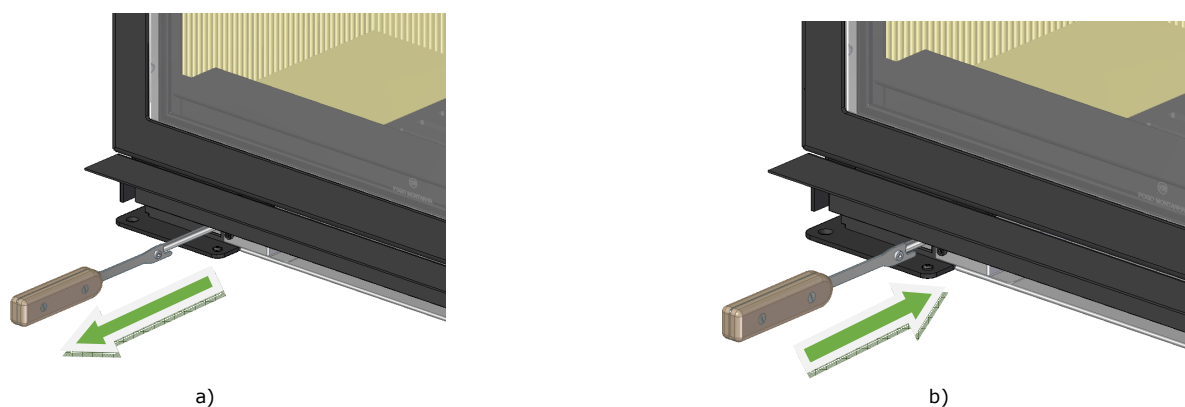

Figura 25 – a) Abrir Ar-Primário, b) Fechar Ar-Primário
- Para abrir - Puxar o regulador com a chave que vem no equipamento, para maior rendimento e maior consumo de lenha, ver Figura 25-a.
Deste modo também cria um efeito de lavagem por alta velocidade do ar pré-aquecido sobre toda a superfície interior do painel de vidro, ajudando a manter o vidro limpo durante mais tempo, ver Figura 25-b.
5. O período de acendimento termina quando a estrutura do equipamento tiver atingido uma temperatura estacionária. Deve então fechar a porta e regular a entrada de ar de combustão para que a queima seja lenta (sem ar primário), tal como demonstra a Figura 25.